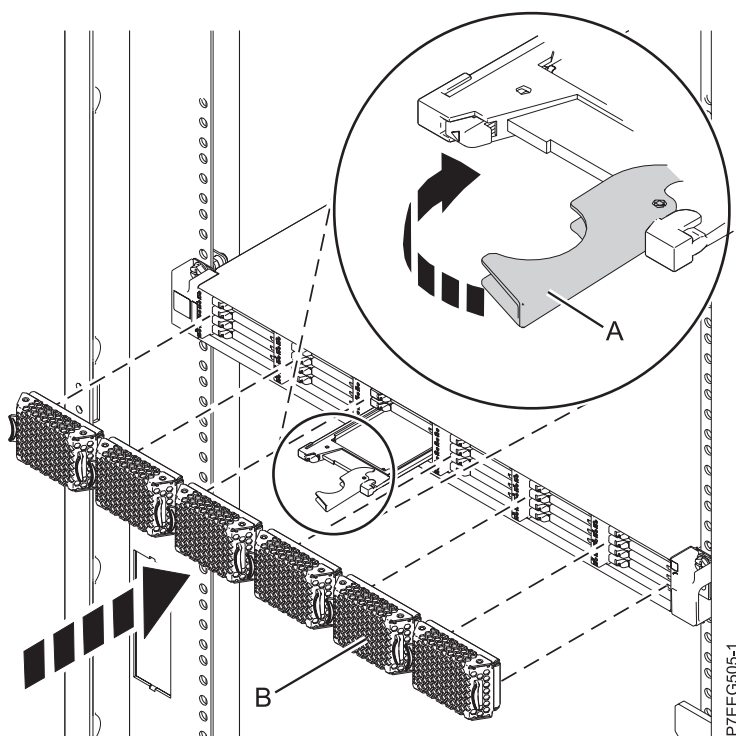

Figura 45. Substitució d'una unitat d'estat sòlid a Allotjament d'emmagatzematge EDR1 PCIe.
3. Feu girar la nansa (A) fins a la posició de bloqueig, tal com es mostra a Figura 45.
4. Instal·leu la tapa bisellada (B).